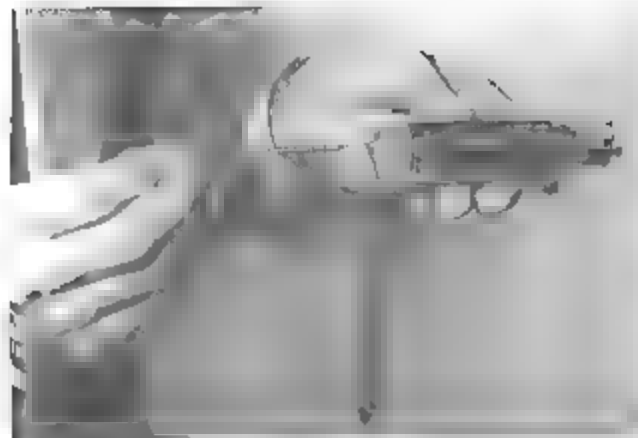

Fig. 30
- 9) Estrarre dall'otturatore il percussore con la sua molla di richiamo (fig. 30)
- 9) Remove the firing pin and firing pin spring from the bolt (fig. 30).
- 9) Extraire de l'obturateur le percuteur avec son ressort de rappel (fig. 30)